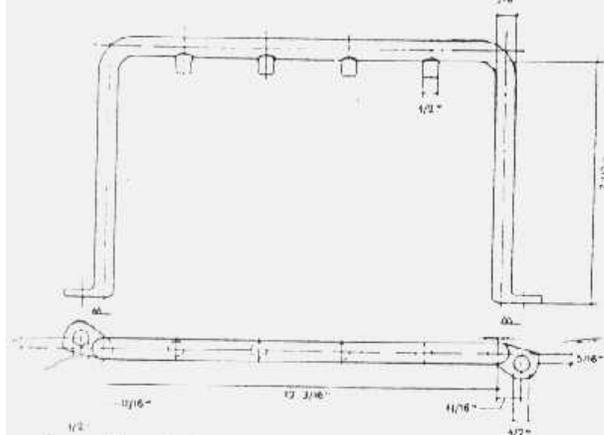

fig. 3 — dispositivo para levantamento do motor
11. Retirar o fio primário da bobina de ignição. Remover, da tampa das válvulas, os cabos das velas. Desligar o cabo terra do bloco do motor e instalar no cabeçote o dispositivo ilustrado na fig. 3 ou equivalente. Este dispositivo que é preso no motor por dois parafusos de fixação do cabeçote servirá para suspender o motor.
1. Instalar o dispositivo de levantamento do motor (fig. 3) e suspendê-lo do suporte de trabalho.